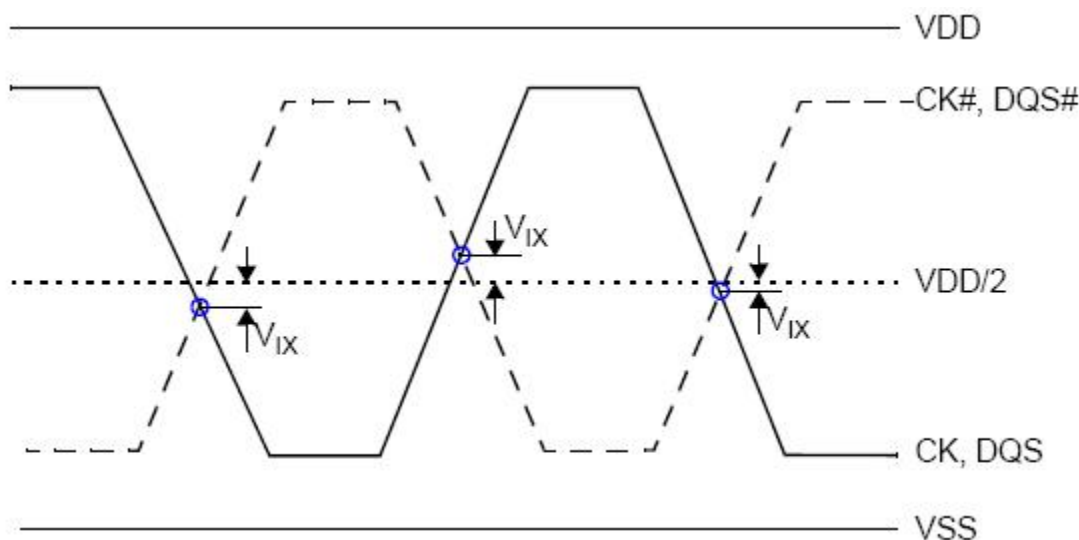

图 5.4 Vix 定义
测量在 VOL (AC) 和 VOH (AC) 之间，如表 5-11 和图 5.4 所示。